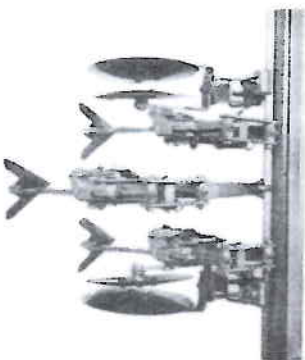
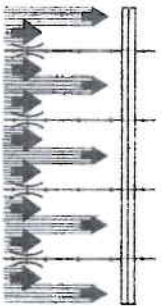

Abb. 97
Abb. 102
4. Jeweils die Mitte zwischen zwei Hohlenschutzscheiben an-zeichnen und das Parallelogramm dort anschrauben (siehe Abb. 98 und 100). Bei Einzelparallelogramm-Hackmaschinen pro Gasse 2 x kurz und 1 x lang - Abb. 97 und 103 - oder 2 x lang und 1 x kurz - Abb. 102 - entsprechend anschrauben.